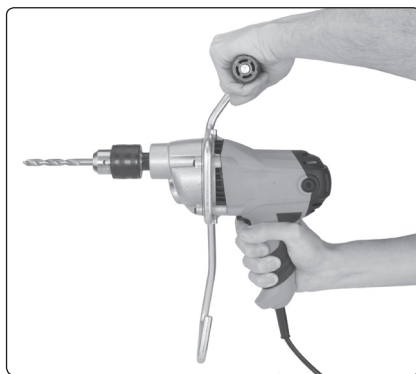

Abb. 4
- Dank einem standardmäßigen Bohrfutter kann das Rührwerk auch als eine Bohrmaschine mit einem Bohrerbereich von 1,5-13 mm angewendet werden (man muss jedoch in Betracht ziehen, dass die Höchstdrehzahl 500 U/min⁻¹ beträgt, was ein limitierender Faktor bei der Anwendung des Rührwerks als Bohrmaschine darstellt). Bei der Anwendung als Bohrmaschine alten Sie das Gerät mit beiden Händen am Vorder- und Hauptgriff fest, siehe Abb. 4.